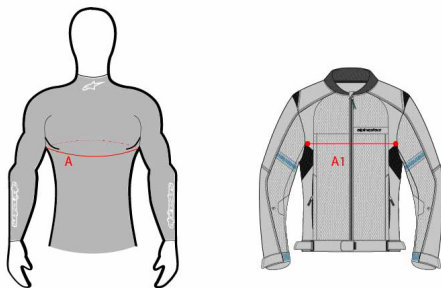

Figura 22: Riferimenti per le posizioni della circonferenza toracica (A) dell'utente e della larghezza toracica dell'indumento esterno (A1)
AVVERTENZA! Tech-Air[®] Off-Road deve essere indossato con qualsiasi indumento esterno che soddisfi i seguenti criteri: misurare la circonferenza del torace (A) e la larghezza dell'indumento sulla regione del torace (A1). L'indumento è compatibile con il sistema Tech-Air[®] Off-Road se A1 è maggiore di A diviso 2 più 16 cm ($A1 > 0,5 \times A + 16 \text{ cm}$ o $A1 > 0,5 \times A + 6,30 \text{ pollici}$) (vedere la Figura 22 sotto).